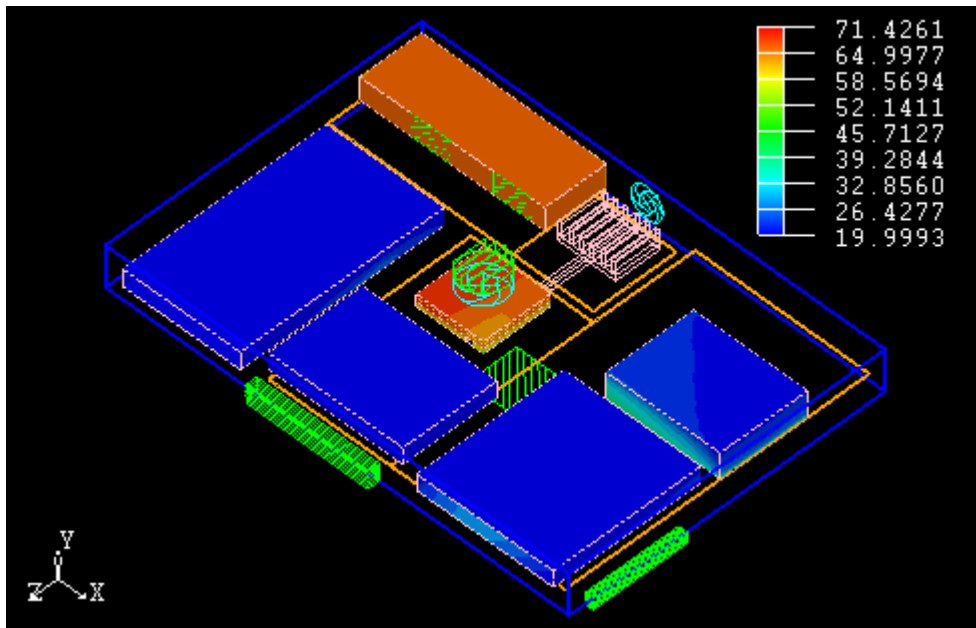

图 5.3: 硬盘、软驱、CPU 芯片、散热器、热管、PCMCIA 卡和电源上的温度云图
*Block*对象 (硬盘、软驱、CPU芯片、散热器、热管、PCMCIA卡和电源)表面的温度云图显示在**Icepak** 的图形窗口中, 如图 5.3 所示. 注意到CPU芯片仍然是系统中温度最高的器件, 但是温度降到大约 71 度.